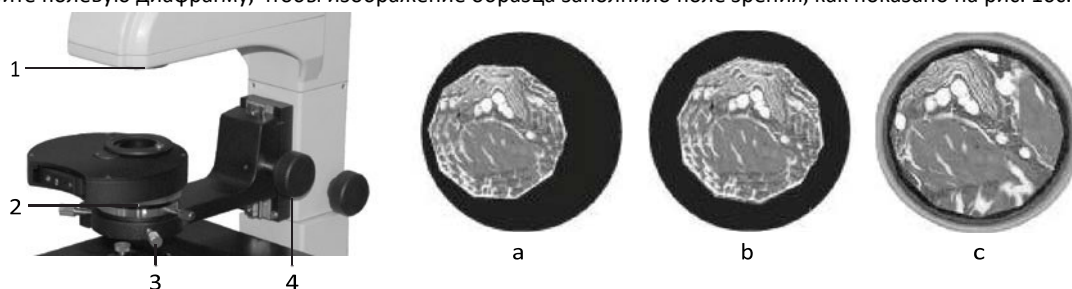

Рис. 10. Настройка освещения по Кёлеру
- Раскройте апертурную диафрагму **2** и закройте полевую диафрагму **1**. В поле зрения будет видно светлое пятно с изображением краев диафрагмы, как показано на рис. 10.
- Если светлое пятно смещено относительно центра поля зрения, как показано на рис. 10а, отрегулируйте положение апертурной диафрагмы с помощью центрировочных винтов **3** так, чтобы центр апертурной диафрагмы совпал с центром поля зрения, как показано на рис. 10б.
- Раскройте полевую диафрагму, чтобы изображение образца заполнило поле зрения, как показано на рис. 10с.